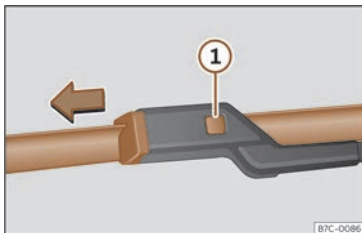

Fig. 45 Cambio das gomas do limpapara-brisas.
- Manteña premida a tecla de desbloqueo » **fig. 45** ❶ puxando levemente da goma no sentido da frecha.